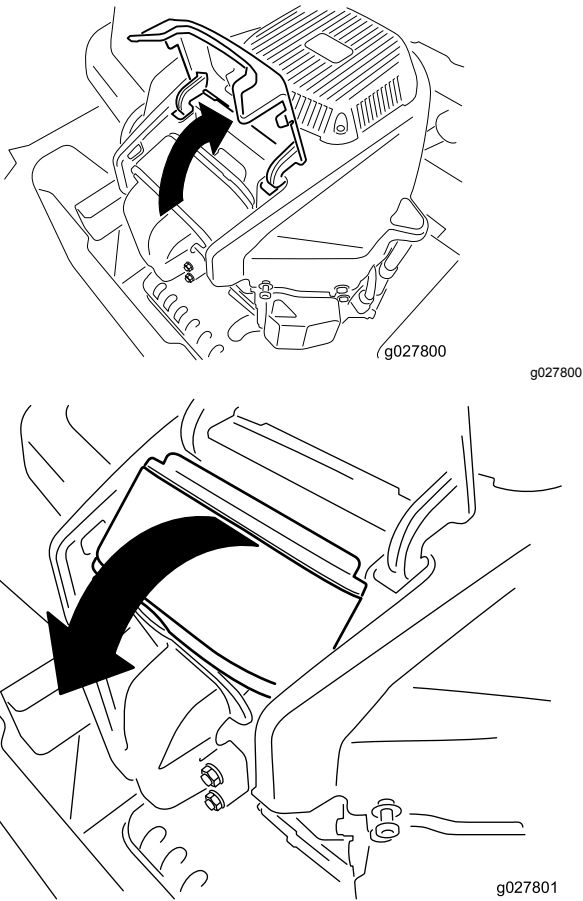

Figura 68
4. Retire la tapa y gire el limpiador de aire para retirarlo del motor (Figura 68).